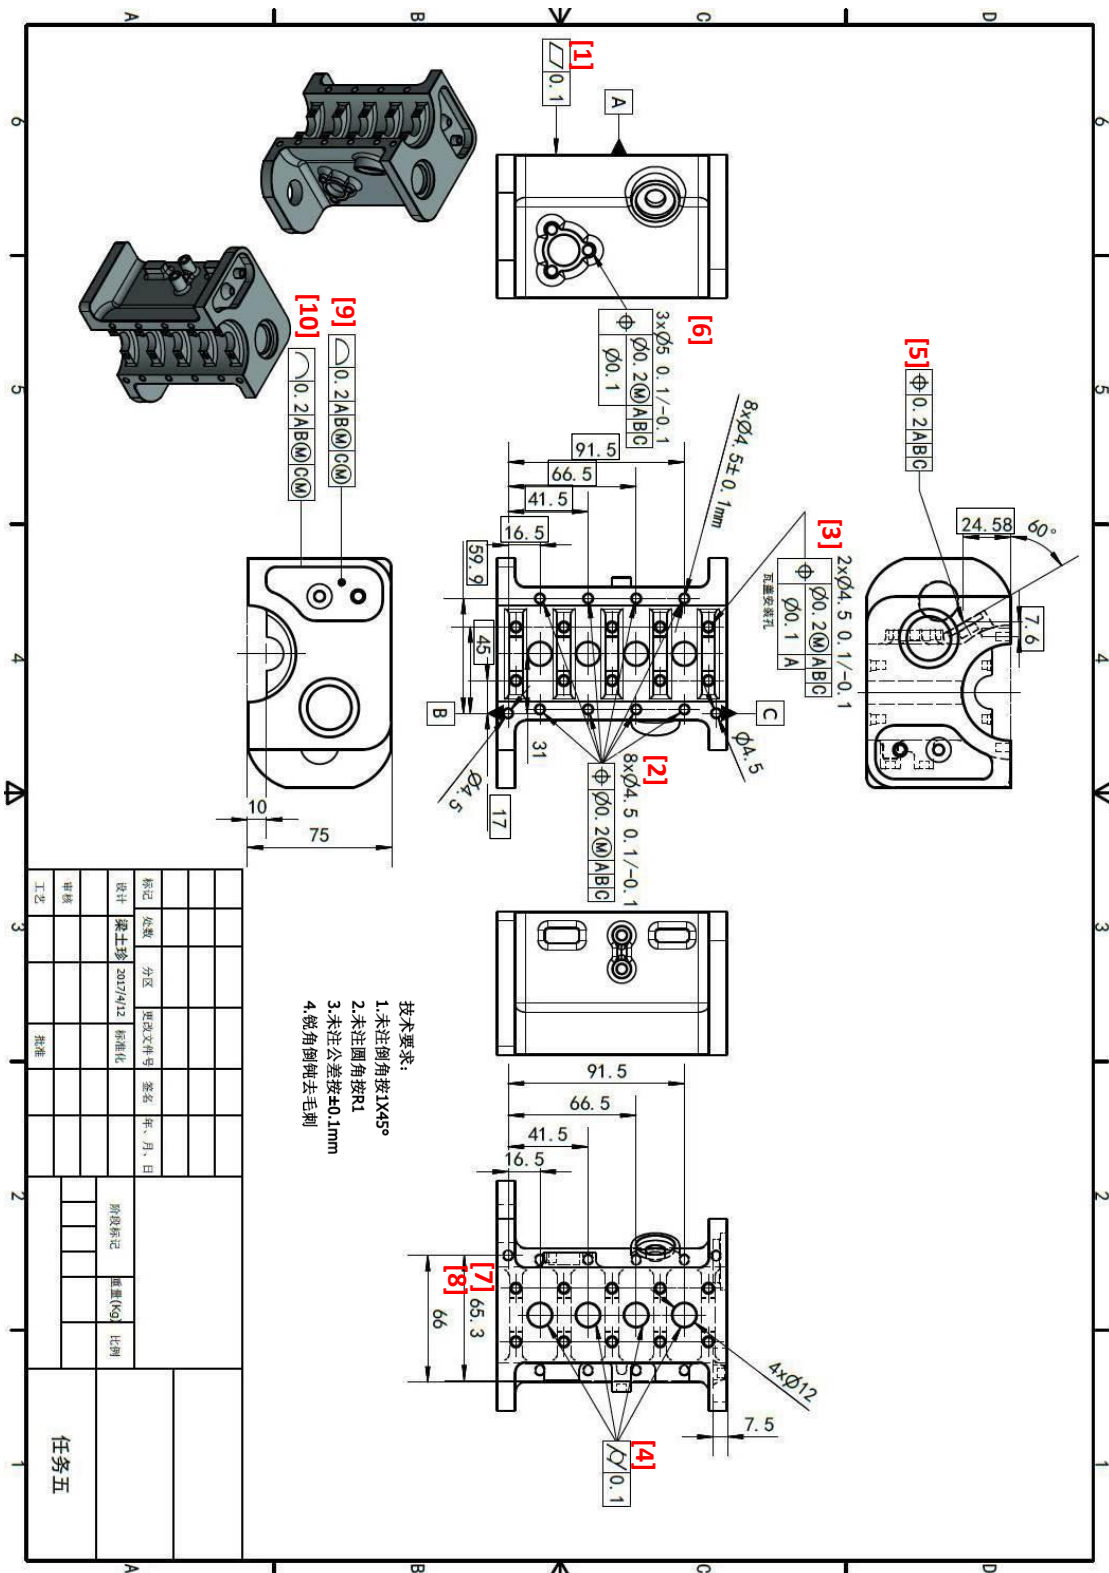

图 5-1
- 某测量室接到生产部门的工件的检测任务（工件图纸见图 5-1，检测尺寸见表 5-1），检测工价是否符合格：